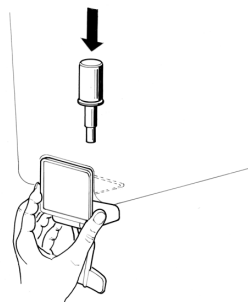

figure 5
**3 Robinet en inox à gravité:** monter le levier de débit robinet et enfiler le piston avec son joint (voir figure 5).